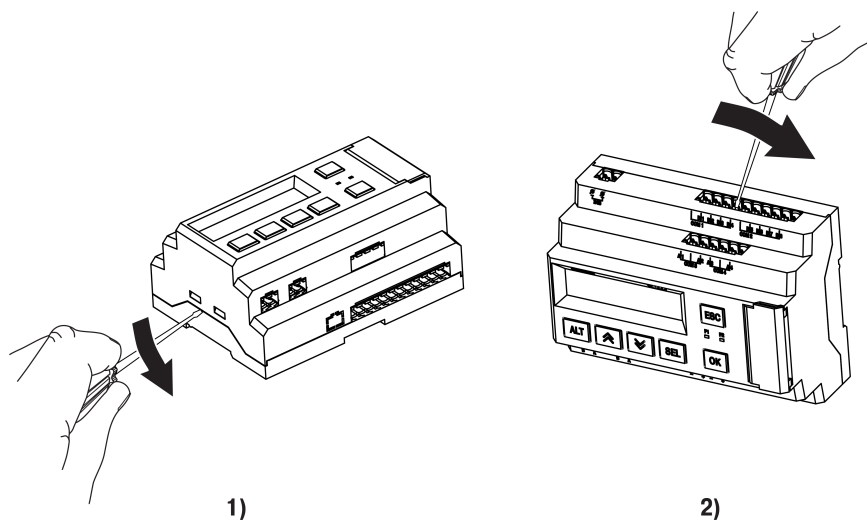

Рисунок 7.5 – Снятие верхней крышки
2. Снять верхнюю крышку. Отверткой вывести из зацепления защелки основания из отверстий в торцевых поверхностях крышки (см. рисунок 7.5, 1). Приподнять крышку над основанием.
3. Отверткой отогнуть крышку от разъемов на среднем уровне с двух сторон (см. рисунок 7.5, 2). Усилие следует прикладывать у нижних разъемов.